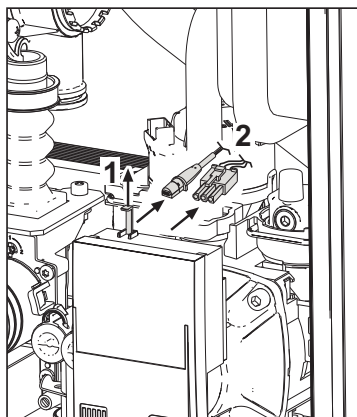

рис. 37
- Отключите электропитание циркуляционного насоса, высвободив соединения путем поднятия детали "1" на рис. 37.